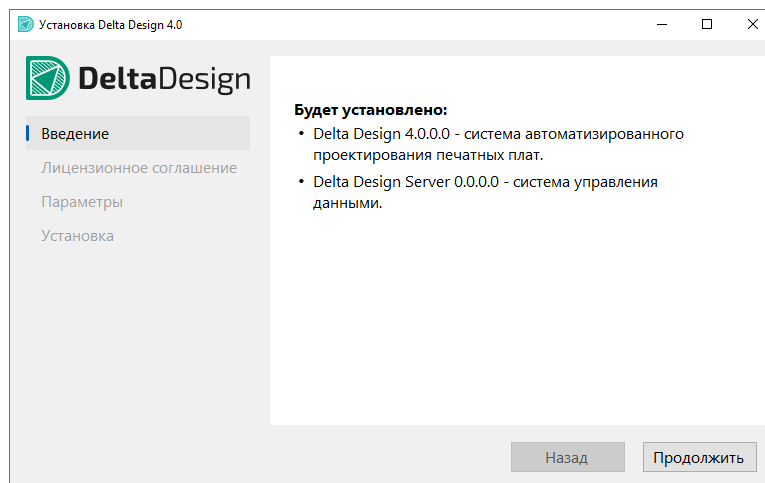

Рис. 1 Информация об устанавливаемой версии системы
2. На экране отобразится окно мастера установки, см. Рис. 1. Нажмите «Продолжить».